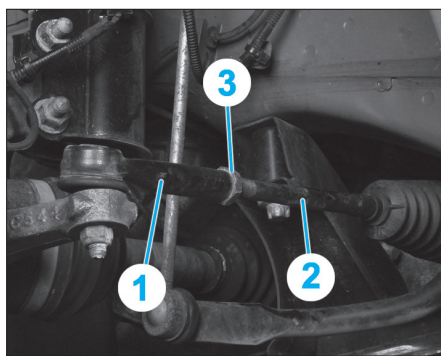

Fig. 1
- Le parallélisme se règle par l'allongement ou le raccourcissement de la longueur des biellettes de direction (1), en les tournant par leur empreinte hexagonale (2), après avoir desserré le contre-écrou (3) (Fig.1).